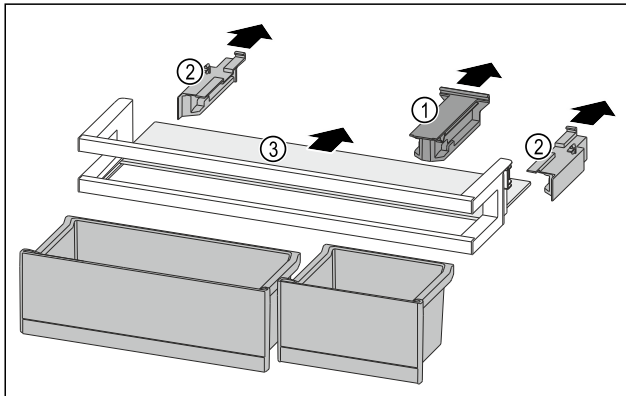

Fig. 228
- ▶ Húzza le a tartóelemet Fig. 228 (1).
- ▶ Húzza le az oldalsó részeket Fig. 228 (2).
- ▶ Vegye ki a tárolólapot Fig. 228 (3).